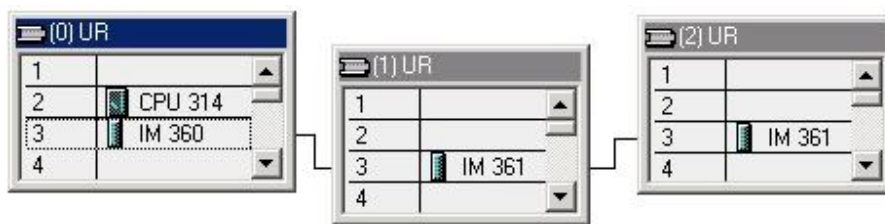

图 1-8 IM360/361 机架扩展示例
- 有 1 到 3 个扩展机架时，主机架（0）的 3 号槽中使用 IM360，扩展机架 1—3 的 3 号槽中用 IM361，如图 1-8。